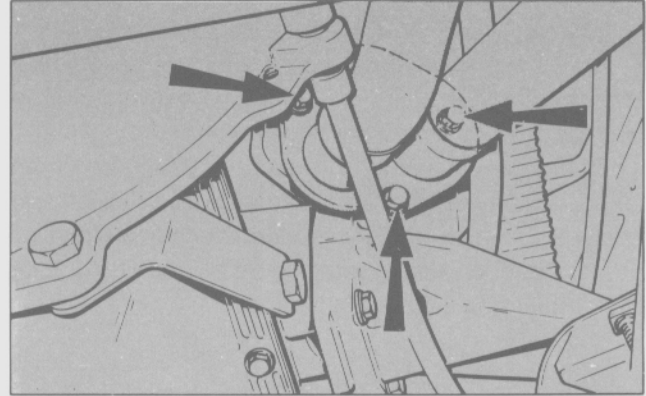

Fig. 5 Unión del colector/tubo de bajada.
- Levantar el vehículo, retirar las tuercas de fijación del tubo de bajada al colector; desenganchar los aisladores de goma y retirar el sistema completo. (Fig 5)